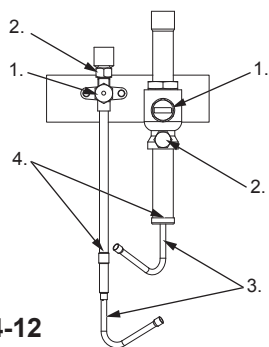

Fig. 4-12
4.5. Прокладка труб хладагента (основной трубопровод) (Fig. 4-12)